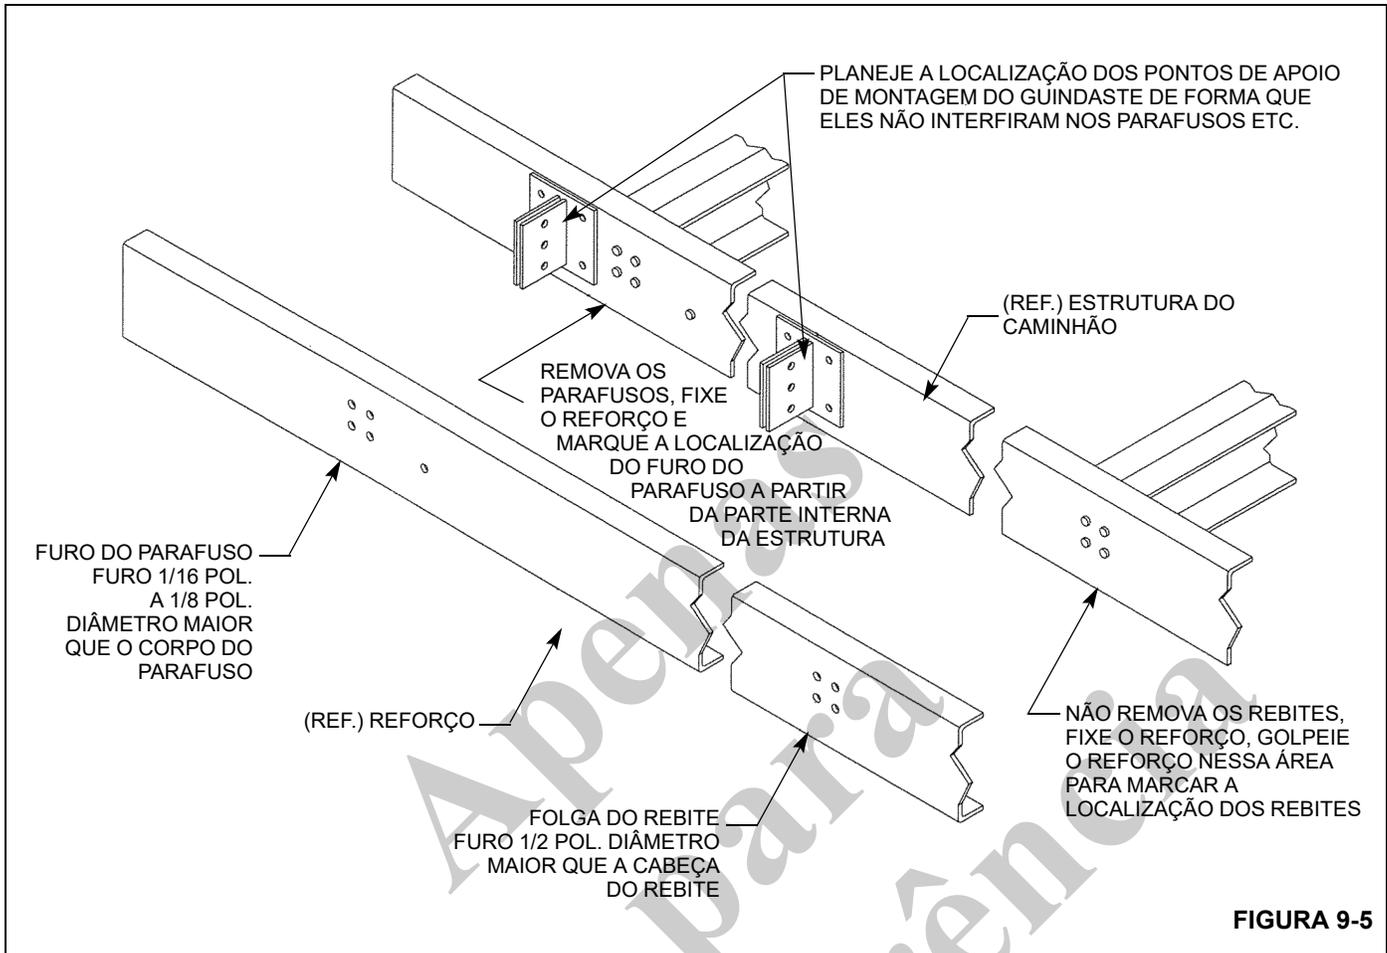

FIGURA 9-5
3. Se forem usados rebites para fixar os membros cruzados da estrutura do caminhão: Posicione o reforço na estrutura do caminhão e fixe-o no lugar. Consulte Figura 9-5.
Remova o reforço e faça furos com broca ou maçarico para os parafusos ou rebites. Consulte Figura 9-5.